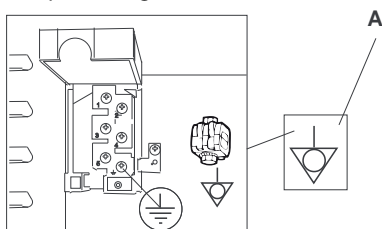

fig. 5
- Il filo giallo/verde del cavo d'alimentazione, deve essere fissato al morsetto contrassegnato con il simbolo di terra  $\perp$  (vedi fig. 5).
- Il forno deve essere incluso in un sistema equipotenziale il cui collegamento dovrà essere eseguito con un conduttore di sezione minima di 10 mm2 collegato al morsetto (A - Fig. 5) con simbolo posizionato sul fondo del forno.